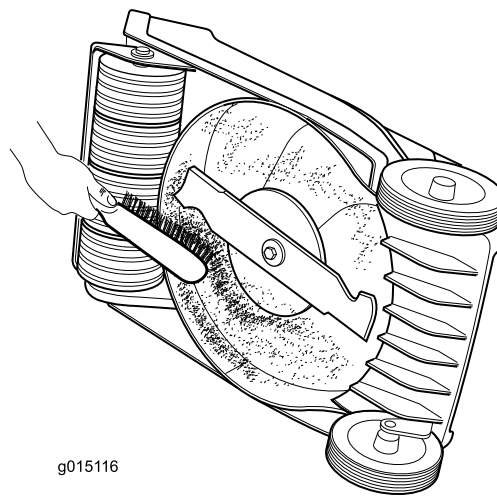

Figure 16
- Nettoyez le dessous du carter de la tondeuse. Enlevez les saletés et les débris d'herbe collés au carter de la tondeuse à l'aide d'un racloir en bois ou d'une brosse (Figure 16).